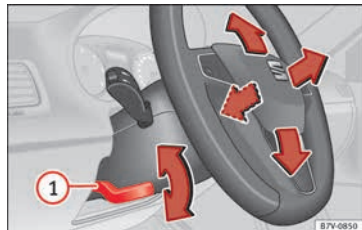

Abb. 25 Lenkradposition mechanisch einstellen.
- Hebel nach unten » Abb. 25 ① bewegen.